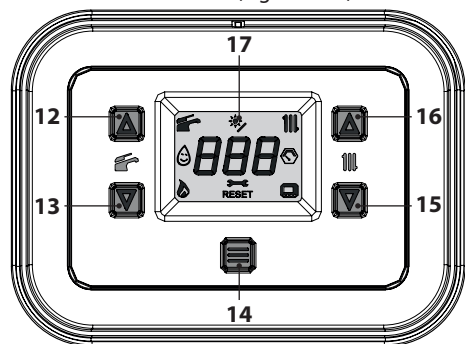
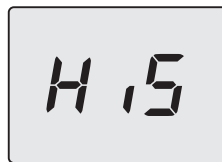
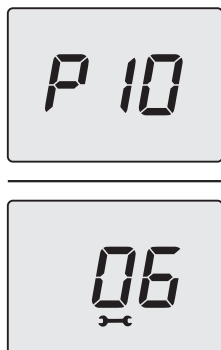
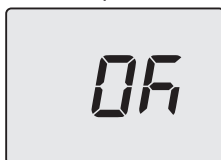

Figura 5.53
Figura 5.54
Figura 5.57
Figura 5.58
- Entrare in "modalità programmazione" premendo contemporaneamente per 5 secondi i tasti 13 e 15 (Figura 5.53) fino a far apparire sul display LCD le lettere **HiS** che indicano il menu "Storico delle caldaia" (Figura 5.54).
- Premere per 1 sec. il tasto 14 (Figura 5.53) per entrare nel parametro selezionato. Il display visualizzerà quanto segue (6=60 secondi) (Figura 5.57).
- Premendo il tasto 14 (Figura 5.53) si ottiene la conferma del valore inserito. Il display visualizzerà per 5 sec. quanto segue (Figura 5.58) poi, si porterà al livello superiore.
- tenere premuti contemporaneamente i tasti 13 e 15 per 5 sec. (Figura 5.53) (ritorno al livello precedente).